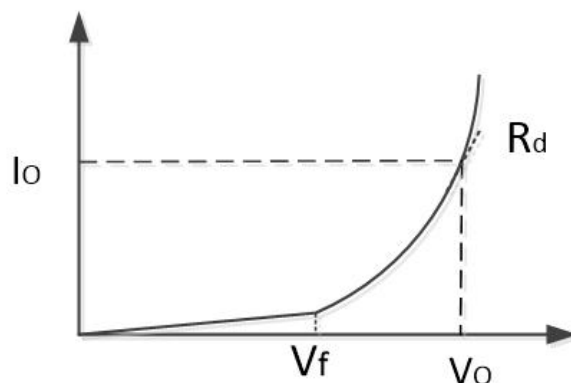

图 5-48 LED 模式
7、按“On/Off”键负载 ON，显示屏通道状态标识为“ON”，如图 5-48 所示；